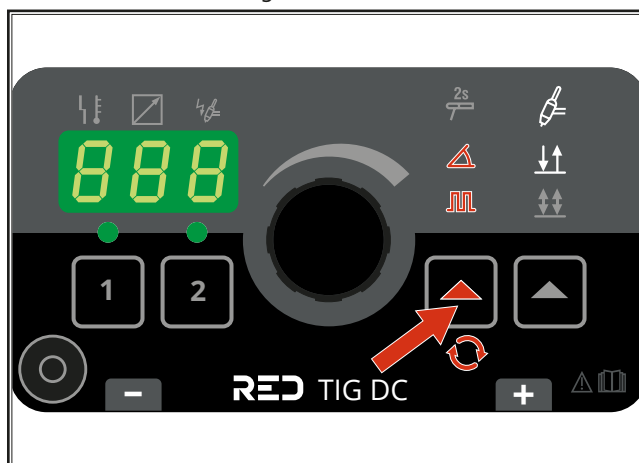

Fig. 8: Accensione pulsante con o senza pendenza
- ➔ Se è richiesta la funzione di pulsazione (con o senza pendenza), attivarla come illustrato nella Fig. 8.